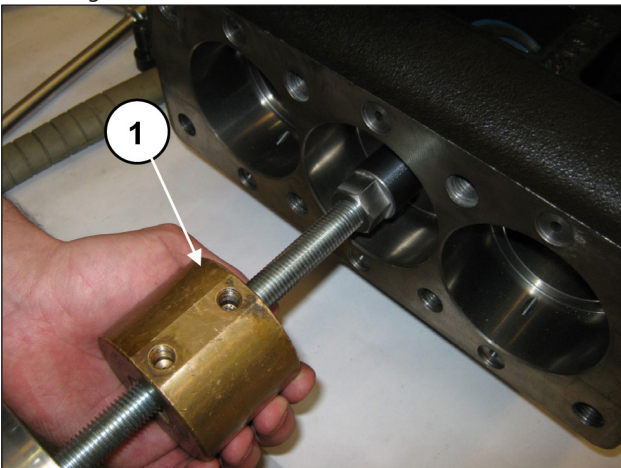

Abb. 36
Ziehen Sie den Ölabbstreifring mit dem Schlagwerk des Werkzeugs ab (Pos. ①, Abb. 36).